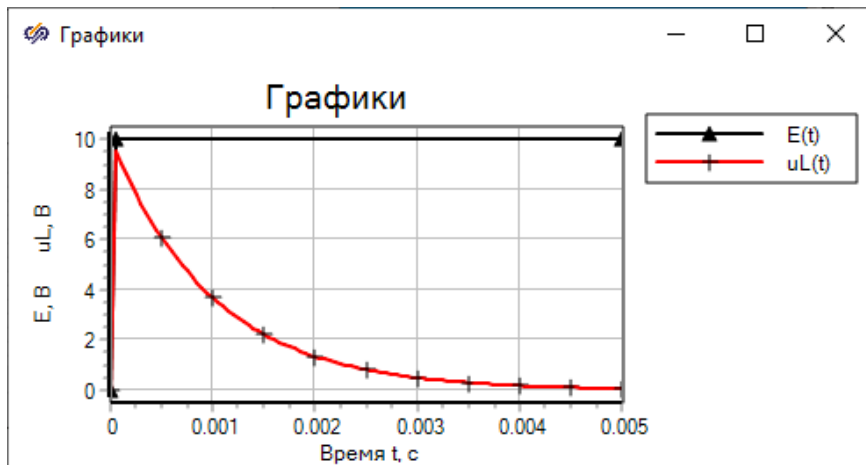

Рис. 6.4
7. Для RC - и RL -моделей в окне свойств для графиков на вкладке **Дополнительно** уменьшить максимальное количество меток графика до 10 и запустить процесс моделирования. Результаты моделирования для схем RL и RC приведены на рис. 6.4, 6.5.